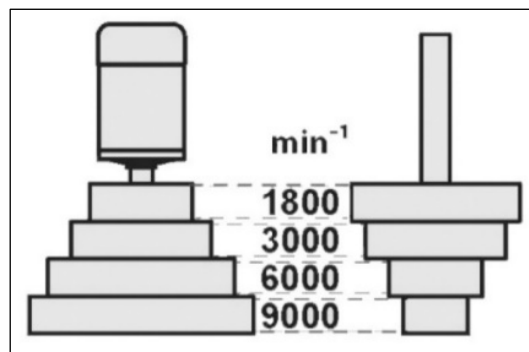

Рисунок 12.
четыре ступени. Обороты меняются за счет переброски поликлинового ремня на соответствующую ступень (рис. 12).
- переместите электродвигатель с основанием, чтобы ослабить натяжение ремня, а затем измените скорость в соответствии с рис. 12;